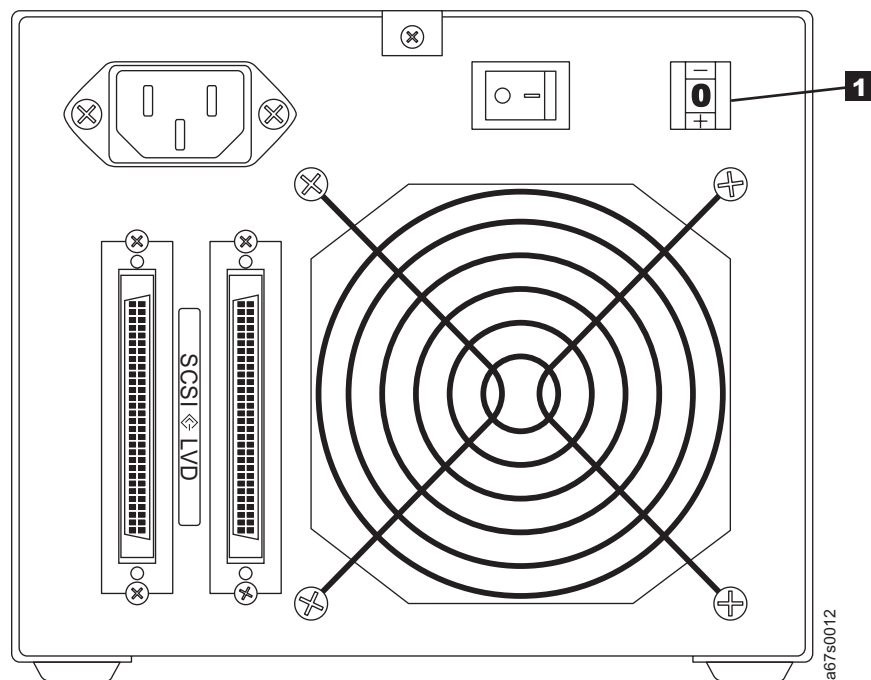

Abbildung 15. Stellung des SCSI-Adressschalters überprüfen. Der Schalter befindet sich an der Rückseite des Bandlaufwerks IBM 3580.
1. Überprüfen Sie den SCSI-Adressschalter (**1** in Abb. 15), um sicherzustellen, dass er auf der in „Schritt 4. SCSI-ID festlegen“ auf Seite 7 ausgewählten SCSI-ID steht.